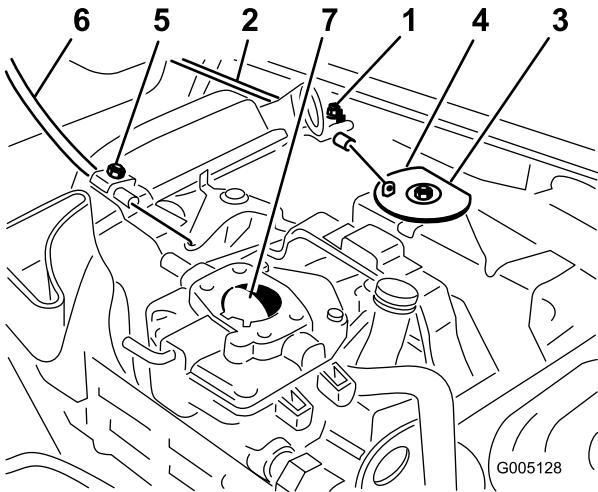

Figura 50
- Allentate la vite del serrafilo per cavi che fissa il cavo al motore (Figura 50).
- Tirate con forza il cavo dell'acceleratore finché il retro della parte girevole non viene a contatto con il fermo (Figura 50).
- Tirate con forza il cavo dello starter finché la farfalla dello starter non è completamente chiusa, quindi serrate la vite del serrafilo (Figura 50).